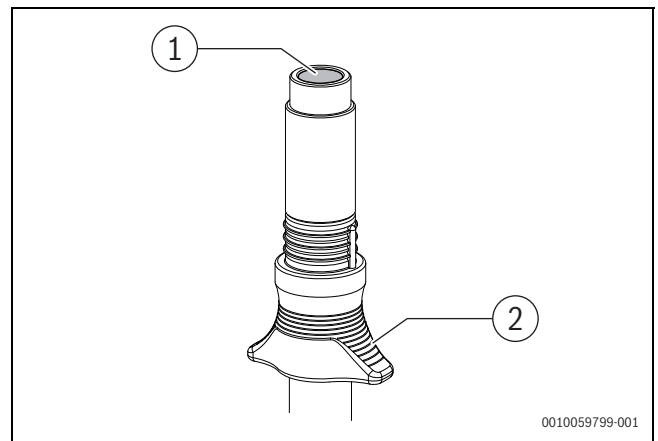

Bild 89 Flammenfühler
- ▶ Flammenfühler in vorgesehener Position in Winkelhalter einschieben und Winkelhalter wieder in Brennergehäuse einstecken. Dabei beachten, dass sich die Steckhülle in der vordersten Position auf dem Flammenfühler befindet (→ Bild 89).